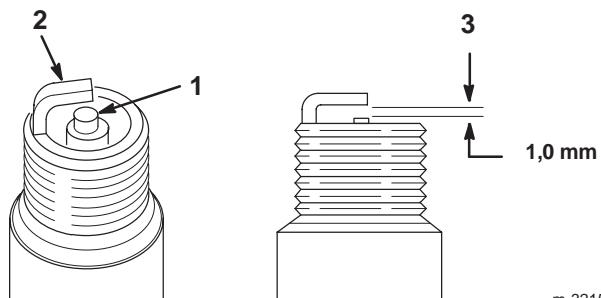

Figure 46
- Inspectez le centre des bougies (Fig. 46). Si le bec de l'isolateur est recouvert d'un léger dépôt gris ou brun, le moteur fonctionne correctement. S'il est couvert d'un dépôt noir, c'est généralement signe que le filtre à air est encrassé.
- Contrôlez l'écartement entre l'électrode centrale et l'électrode latérale (Fig. 46). Courbez l'électrode latérale (Fig. 46) si l'écartement est incorrect.